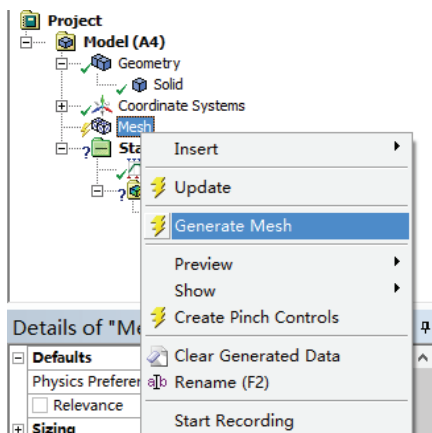
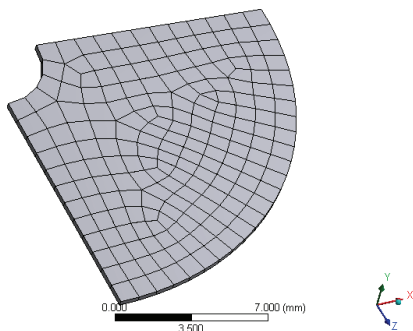

图 11-7 划分网格命令
图 11-8 网格模型
3) 在 Outline 树结构图中的 Mesh 选项单击鼠标右键, 在弹出的快捷菜单中选择 Generate Mesh, 如图 11-7 所示, 生成的网格如图 11-8 所示。